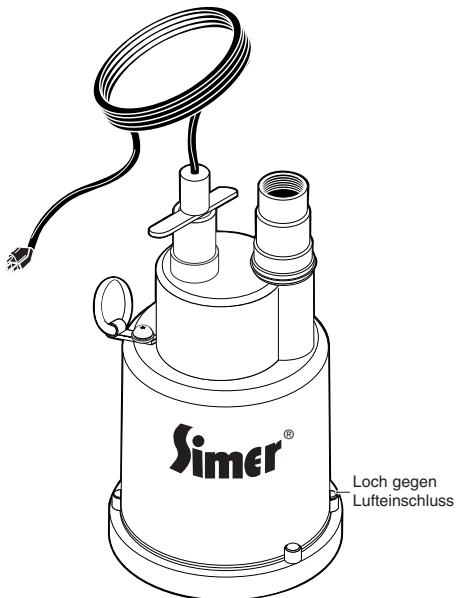

Abbildung 1
3. Diese Pumpe besitzt ein Loch gegen Lufteinlass (siehe Abb. 1), das immer sauber gehalten werden muss.